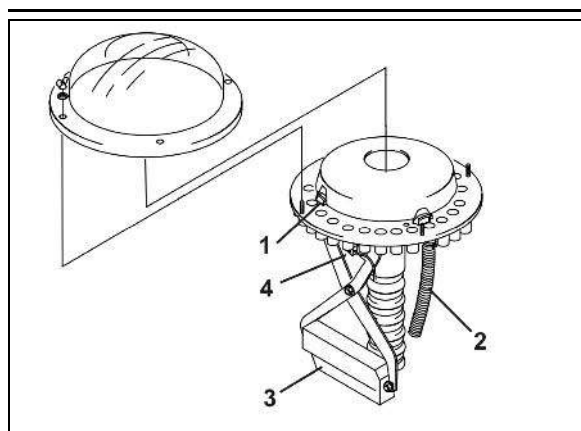

Рис. 61
- устройство переключения техколеи закрывает в распределительной головке посредством заслонки (Рис. 61/1) подвод посевного материала к семяпроводам (Рис. 61/2) сошников техколеи;
Подача посевного материала к сошникам техколеи прерывается, как только электромотор (Рис. 61/3) закрывает соответствующие семяпроводы (Рис. 61/2) в распределительной головке.
Датчик (Рис. 61/4) проверяет, надлежащим образом работают заслонки (Рис. 61/1), открывающие и закрывающие семяпроводы (Рис. 61/2).